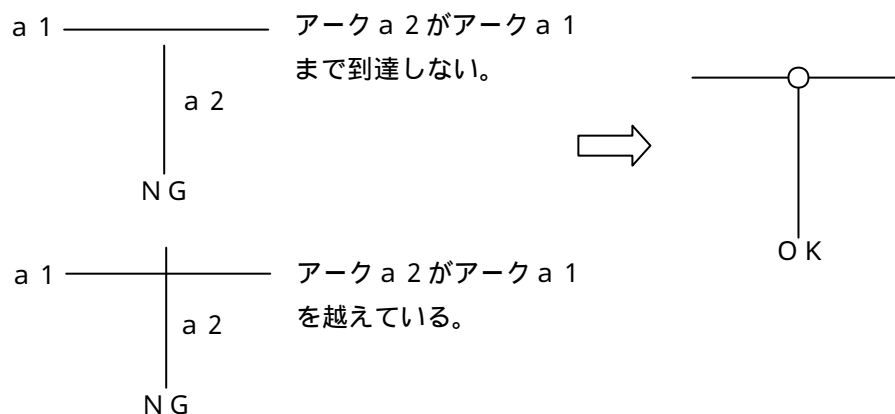

図 12 ポリゴン作成のためのアークのルール
この図の説明を見て、言わんとしていることを理解して頂けると有り難いのですが、要はアークを編集すると編集の内容によっては、ポリゴンが壊れるケースがあります。(1) ~ (3) のケースぐらいまでは、アークの編集に伴ってポリゴンを自動的に追従させることは可能なのですが、(4)以降になると、ポリゴンは最早どう処理すれば良いのか分からなくなります。この問題を解決する為に、例えばポリゴンに所属するアークは編集不可能というロックをかけ、一旦ポリゴンを削除してからでないでアークを編集させないというアプローチも考えられます。しかし、この様な制約は実際それに直面してみるとオペレーターにとって非常に煩雑で、筆者の経験では余り彼らの評判は良くありません。かと言って、オペレーターが与かり知らぬ所でポリゴンが勝手に消えたり、或いはその形状を変えることは、危険だとも言えます。いずれの方針を取るにせよ、アークの編集に伴ってポリゴンが影響を受けるということを、十分に考えながら、データのメンテナンスを行わなければいけません。この様な事情があるので、位相構造を持ったポリゴンの編集はユーザーに、特殊な専門知識を要求すると私は思います。図 12 はこれとは別の種類の、ポリゴン作成に必要な専門知識を示しています。
図 12 の NG のアークは、いずれもポリゴン生成においては許されません。ポリゴンというのは、アークが綺麗につながって一回りするからこそポリゴンなのであって、この図のようなアークは、ポリゴン生成にとってはエラーとなるのです。なぜこの様な、厄介なことを考えなければいけないのでしょうか。それは私が思うに、アークの登録とポリゴンの登録のタイミングが別だからです。通常の簡便なお絵描きツールにおいては、境界線を閉じた形で、いわゆる一筆書きで描けば、同時にポリゴンも作られます。従って、エラーのアークが発生する可能性も減ります。然るに、位相構造を持ったポリゴンの場合は、事前に作成されたアークを組み合わせ、ポリゴンを作るという工程を通らなければいけません。従って、両者のタイミングが別になる、よって、この様な誤ったアークが発生する可能性が出て来ます。この様なポリゴン作成の難しさは、ポリゴン自動生成により最高潮に達します。ポリゴンの自動生成については、後にこの連載でポリゴンをテーマとする予定なので、そこでお話